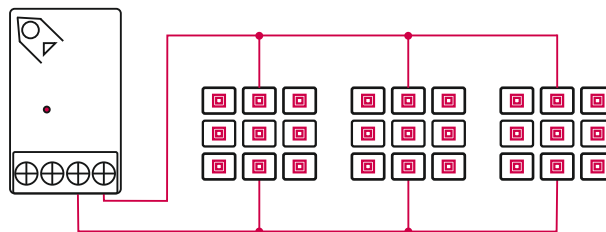

Рис. 2 — Подключение освещения
**Режим с памятью:** применяется, для управления объектами, на которые необходимо постоянно подавать напряжение 230 В, например на освещение (см. рис. 2), т.е. на объекте пропало напряжение и погас свет, после того, как напряжение появится, свет включится автоматически.